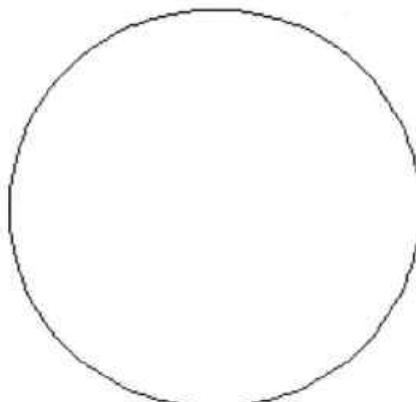

图12-38 绘制圆
**Step01** 启动 AutoCAD 2014 软件，执行“俯视图”命令，将当前视图设为俯视图。执行“圆”命令，绘制半径为 64.7mm 的圆，如图 12-38 所示。